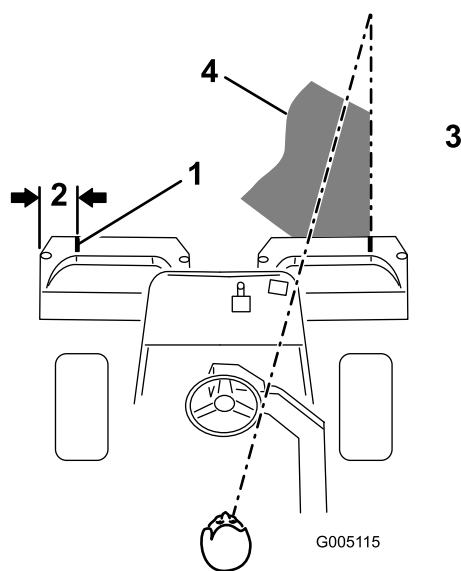

Figure 11
2. Placez une bande de papier blanc ou un trait de peinture sur chaque bac parallèlement à son bord extérieur (Figure 11).